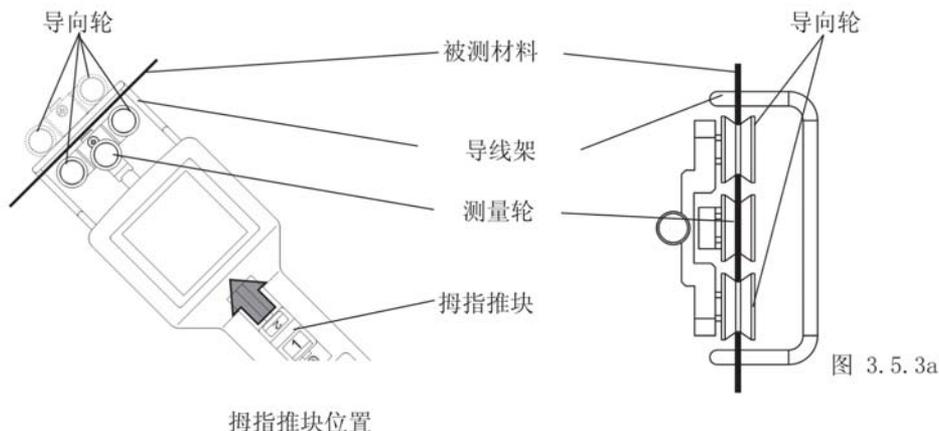

图 3.5.3a
- 以图示的方式用导线架捕捉被测材料，使被测材料处于导线架内，并使被测材料接触到导向轮的下缘和中间测量轮的上缘，并要被测材料出于导轮的中间位置（见图3.5.3a）。